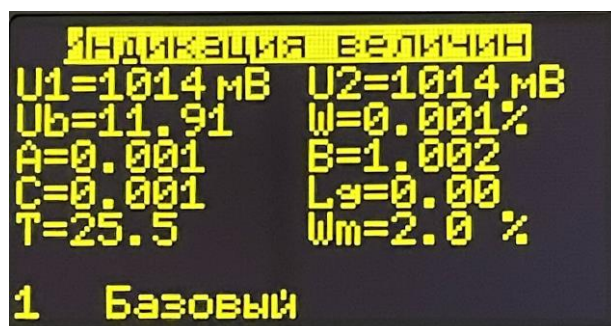

Рисунок 4 – Окно «Индикация величин»
6.4. В режиме **Индикация величин** на дисплее отображаются значения текущих параметров влагомера (рис.4):